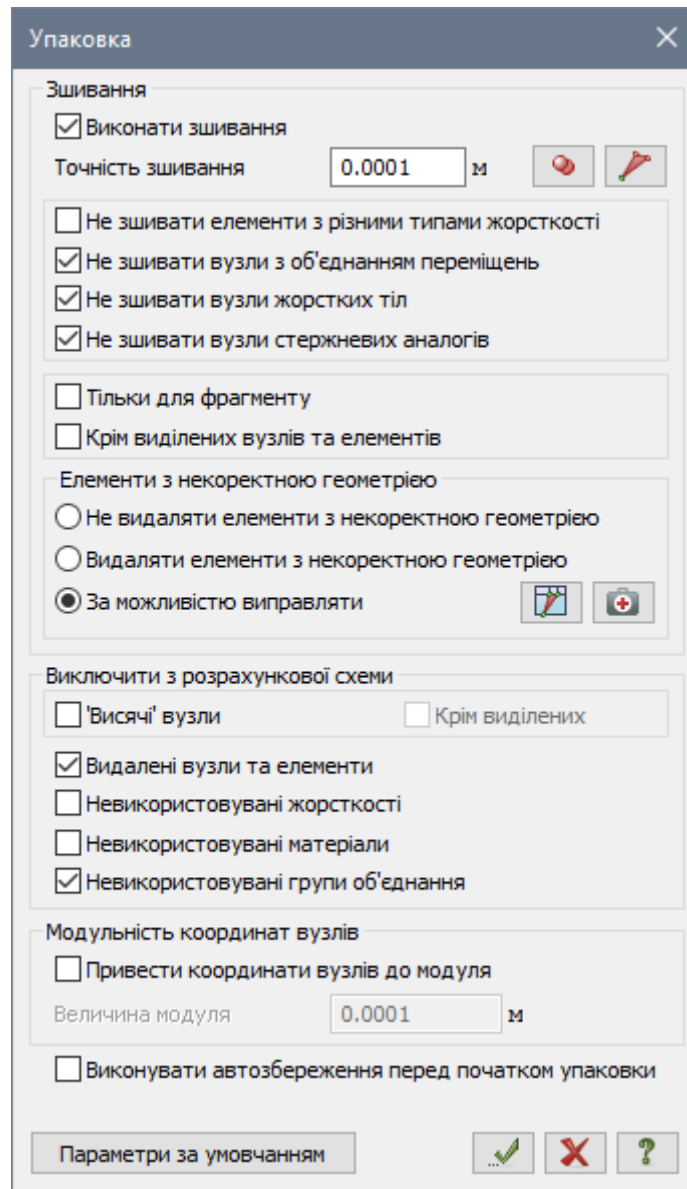

Рис. 3.8. Діалогове вікно Упаковка
- Натиснувши на кнопку  – **Упаковка схеми** (панель **Редагування** на вкладці **Створення і редагування**) відкрийте діалогове вікно **Упаковка** (рис. 3.8).